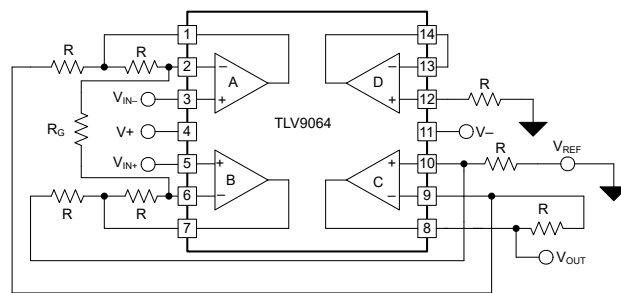

図 1. クワッド オペアンプを使用したディスクリートのデュアル電源 IA。
図 1 は、テキサス・インスツルメンツ (TI) の TLV9064 クワッド オペアンプ回路を使用したディスクリート デュアル電源 IA の概略回路図です。この回路では、4 つのアンプチャンネルのうち 3 つ (A、B、C) が、従来の 3 つのオペアンプ IA として接続されています。基準電圧 (V_{REF}) はグラウンドに接続されています。4 番目のチャンネル D は使用しないので、過渡耐性のために、バッファとして抵抗を経由し中電圧 (グラウンド) に接続されます。「R」とラベル表示された抵抗はすべて 10 k Ω の値を持ち、 R_G で差動ゲインを設定します。差動入力電圧は $V_{IN+} - V_{IN-}$ で、出力電圧は V_{OUT} です。負荷抵抗 (10 k Ω) やデカップリング コンデンサなど、一部の部品はここには示されていません。パッケージの観点からすべての回路を描き、外付けのディスクリート部品の数を示します。